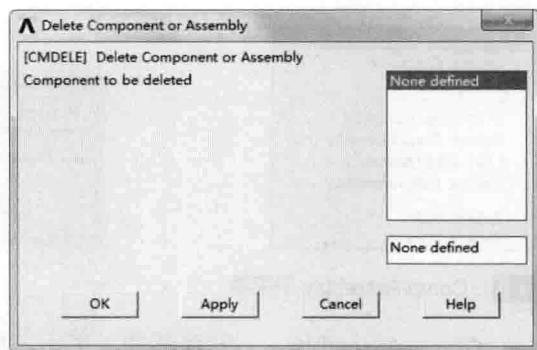

图 1-15 删除构件或部件
- Delete Comp/Assembly——删除构件或部件。单击之后弹出如图 1-15 所示对话框。